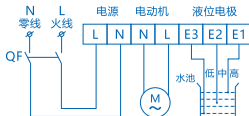

图3 控制器接线图
## 6.1 控制器的接线图：见图3。
- 用户需按接线图正确接线，接线时控制器电源需区分火线和零线；控制器内液位检测三条检测电极E1、E2、E3，用户需按高、中、低位置安装于被控制水池中，端头部分应导电性良好（控制器的接线图见图3或见控制器外壳内壁的接线图）。
- 控制器电源前端应接断路器作为短路保护，如图3所示QF。